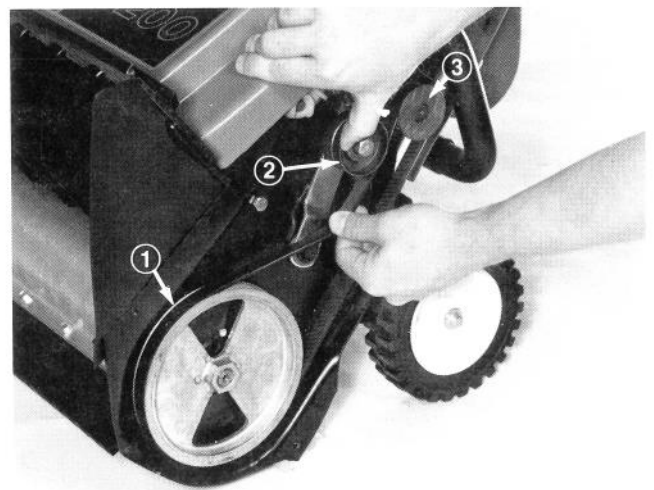

Figure 14
3. Déplacez la poulie de tension et tirez la courroie de transmission (Figure 14) pour la libérer. Laissez ensuite revenir la poulie de tension à ressort, lentement, mais ne la laissez pas taper.
4. Enlevez la courroie de transmission de la poulie du rotor et de la poulie du moteur (Figure 14).